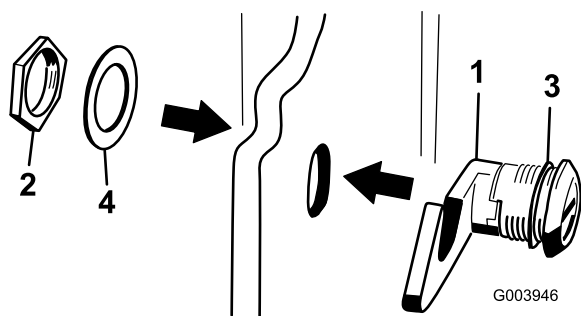

図 17
- フードラッチ・アセンブリからナットを取り外す（図 17）。